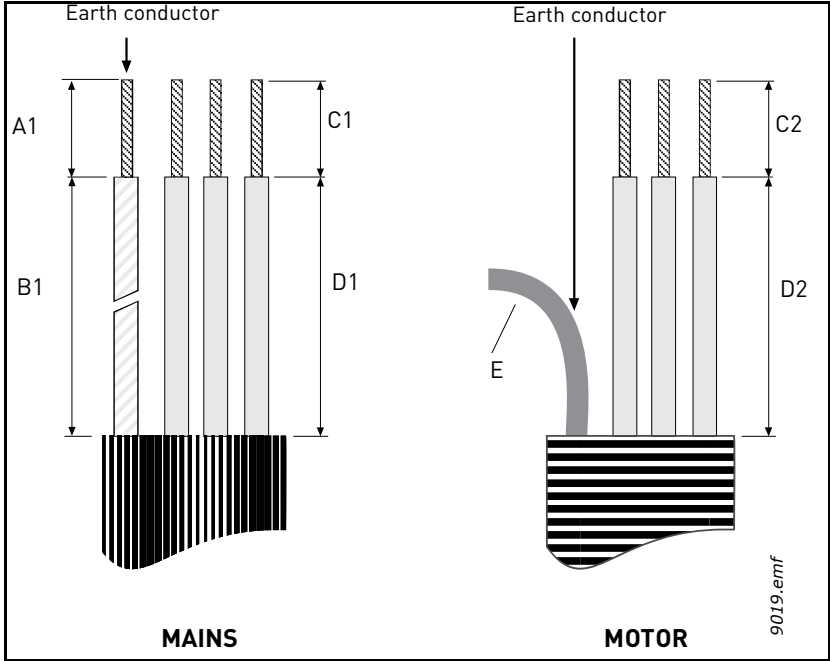
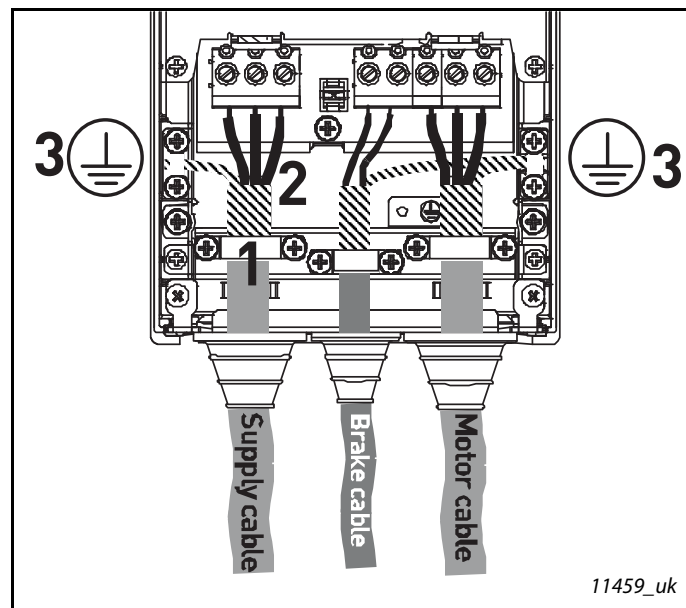

Figure 17. Dénudage des câbles
Figure 24.
Branchez les câbles dénudés (voir figure 17 et tableau 10) comme indiqué dans la figure 24.
- Exposez le blindage des trois câbles afin de réaliser un branchement à 360 degrés avec le collier de serrage de câble (1).
- Branchez les conducteurs (de phase) du câble d'alimentation, du câble de freinage et du câble de moteur dans leurs bornes respectives (2).
- Formez une torsade avec le reste du blindage des trois câbles et effectuez un raccordement à la terre à l'aide d'une pince comme indiqué à la figure 24 (3). Faites la torsade juste assez longue (mais pas plus longue) pour qu'elle puisse atteindre la borne et y être raccordée.